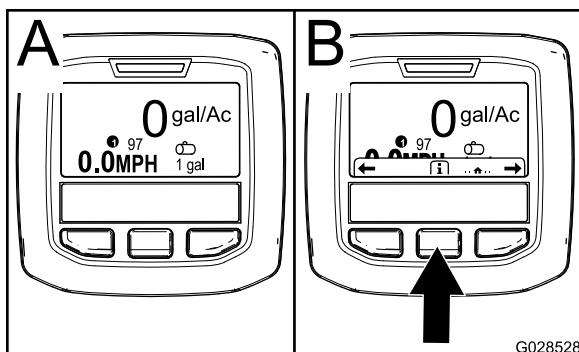

Figura 60
2. Después de unos 15 segundos, aparecerá la pantalla de Inicio; pulse el botón de selección central para mostrar el menú contextual de Información (Figura 60).